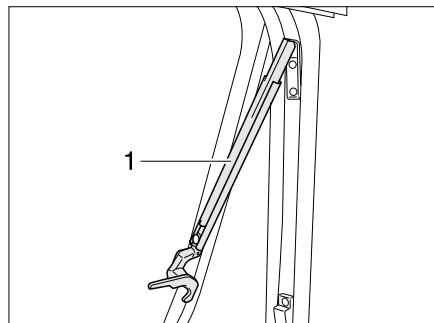

Bild 74 Ausstellfenster mit Automatik-Ausstellern, geöffnet
- Ausstellfenster bis zur gewünschten Raststellung öffnen. Der Automatik-Aussteller (Bild 74,1) rastet selbstständig ein.